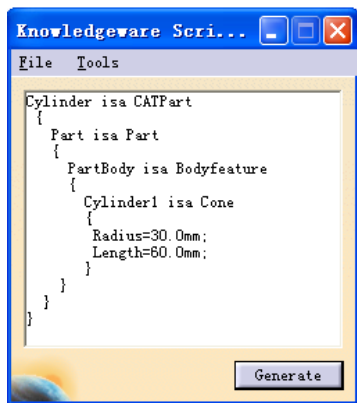

图 16-14
(1) Generative Script Editor 对话框中输入如下内容 (见图 16-14);